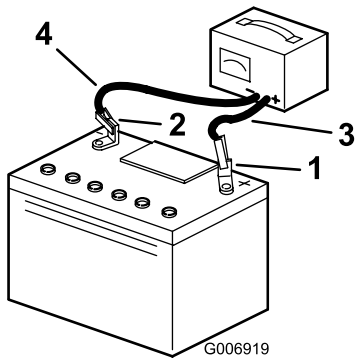

Bild 28
- Klemmen Sie dann die Klemmen des Ladegeräts von den Batteriepolen ab (Bild 28).